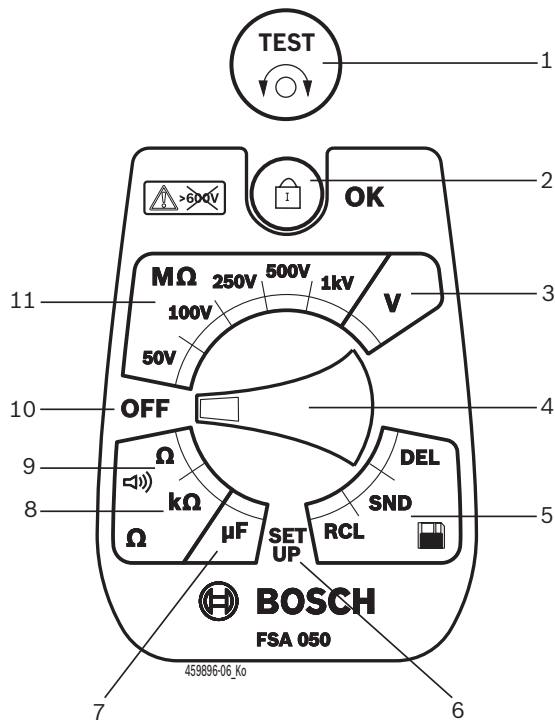

Fig. 2: Interruptor rotativo/teclas
- Coloque o interruptor rotativo em <SETUP> (fig. 2, pos. 6).
- Prima <TEST> (fig. 2, pos. 1) durante cerca de dois segundos.
- Prima </OK> para memorizar o valor desejado (fig. 2, pos. 2).